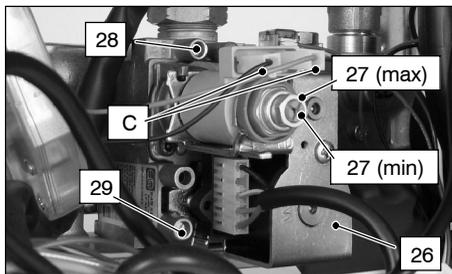

fig. 7.3
Dopo ogni misurazione delle pressioni gas, **richiudere bene** le prese di pressione utilizzate (29 e 28 in fig. 7.3). Dopo ogni operazione di regolazione gas **gli organi di regolazione della valvola devono essere sigillati**.
- 2 A caldaia spenta (fuori servizio), controllare la pressione di alimentazione utilizzando la presa 29 in fig. 7.3 e confrontare il valore letto con quelli riportati nella tabella **Pressioni di alimentazione gas** a pag. 12, 14, 16.
- 4 Aprire la presa di pressione 28 in fig. 7.3 e collegare un manometro.
Per tarare la pressione al bruciatore agire sul dado esagonale grande in ottone dell'operatore modulante 27 *max* in fig. 7.3 (ruotando in senso orario la pressione aumenta).
- Sconnettere il filo di alimentazione "C" dell'operatore modulante 27. Fare attenzione che non vada a toccare le parti metalliche della caldaia fig. 7.3
- Confrontare il valore di pressione misurato con quello indicato in tab. 7.4 – tab. 7.5 – tab. 7.6 Per tarare la pressione al bruciatore agire sulla vite in plastica (27 min in fig. 7.3) tenendo fermo il dado esagonale in ottone grande (27 max in fig. 7.3) dell'operatore modulante (ruotando in senso orario la pressione aumenta).
- Collegare il filo di alimentazione "C" dell'operatore modulante fig. 7.3
- Chiudere la presa di pressione 28** in fig. 7.3